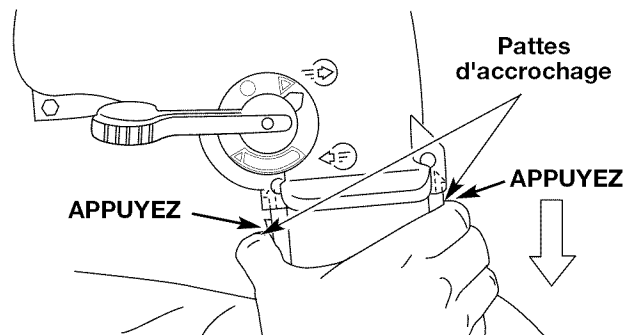

Fig. 20
1. Appuyez sur les pattes d'accrochage des deux côtés du tube du sac et retirez le sac de l'appareil vers le bas (Fig. 20).